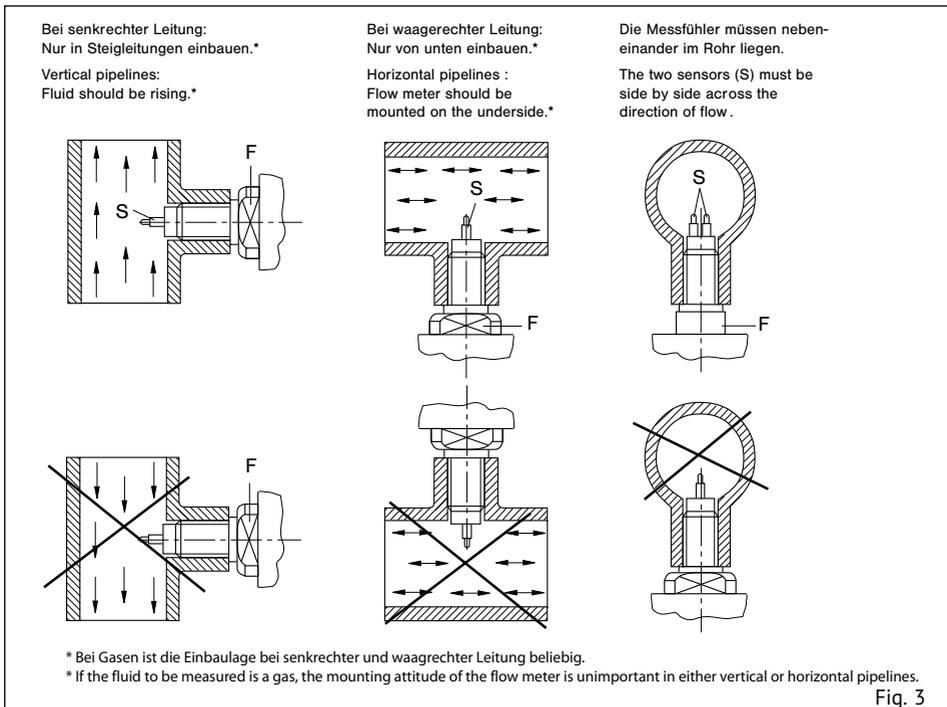
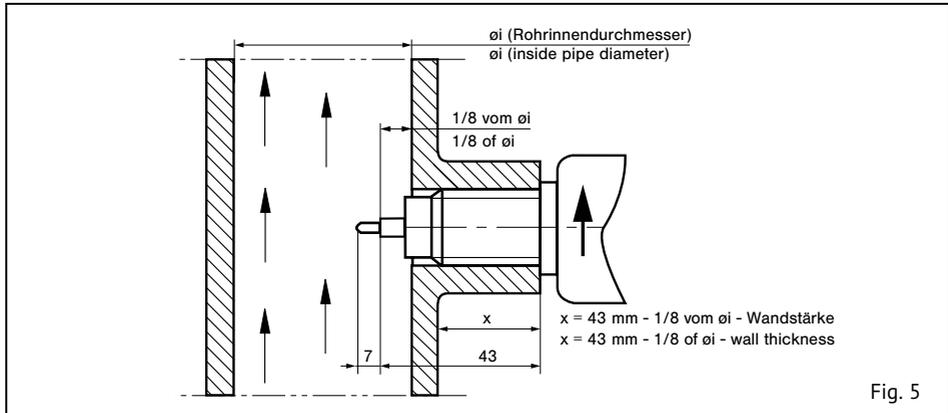
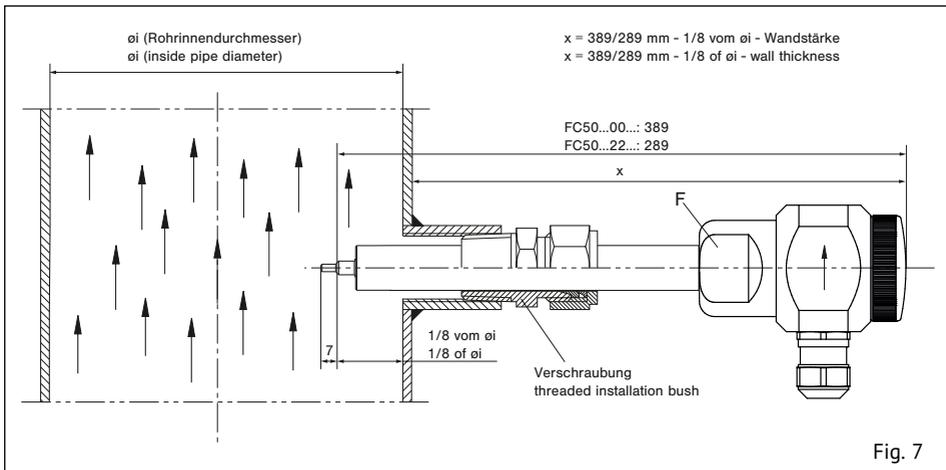

Fig. 3
Fig. 5
Fig. 7
- 2 Den Einbauort wie folgt wählen (siehe Fig. 3):
- 2 The flow meter should be installed in the pipe in accordance with the following conditions (see fig. 3):
Die beiden Messfühler (S) müssen im eingebauten Zustand nebeneinander im Strömungsmedium liegen. Dies ist der Fall, wenn die Schlüsselansatzflächen (F) parallel zur Rohrleitung stehen (siehe Fig. 3). Bis 56 mm Rohrinne Durchmesser sollte der Einschraubstutzen bündig mit der Rohrinne wand sein. Größer 56 mm Rohrinne Durchmesser sollte die Fühlermitte (schräger Absatz) auf 1/8 des Rohrinne Durchmessers eingeschraubt werden. Der Pfeil (Laserbeschriftung) an der Seite des Gehäuses muss in Strömungsrichtung zeigen (siehe Fig. 5).
The two sensors (S) of the flow meter must be aligned side by side directly across the direction of flow. The sensors are correctly positioned when the wrench flats (F) are aligned parallel with the pipe (see fig. 3). For inside pipe diameters up to 56 mm (2.2 in) the shaft end should be in line with the inner pipe wall. For inside pipe diameters above 56 mm (2.2 in) the shoulder of the two sensors (7 mm (0.28 in) from the tip) should be positioned at 1/8 of inside pipe diameter \varnothing i. The arrow (laser marking) at the side of the housing must show in direction of flow (see fig. 5).
Die beiden Messfühler (S) müssen im eingebauten Zustand nebeneinander im Strömungsmedium liegen. Dies ist der Fall, wenn die Schlüsselansatzflächen (F) parallel zur Rohrleitung stehen (siehe Fig. 3). Die Fühlermitte (schräger Absatz) sollte bei $1/8$ des Rohrinneindurchmessers positioniert werden. Der Pfeil (Laserbeschriftung) an der Seite des Gehäuses muss in Strömungsrichtung zeigen (siehe Fig. 7).
The two sensors (S) on the flow meter must be aligned side by side directly across the direction of flow. The sensors are correctly positioned when the wrench flats (F) are aligned parallel with the pipe (see fig. 3). The shoulder of the two sensors (7 mm (0.28 in) from the tip) should be positioned at $1/8$ of inside pipe diameter $\varnothing i$. The arrow (laser marking) at the side of the housing must show in direction of flow (see fig. 7).